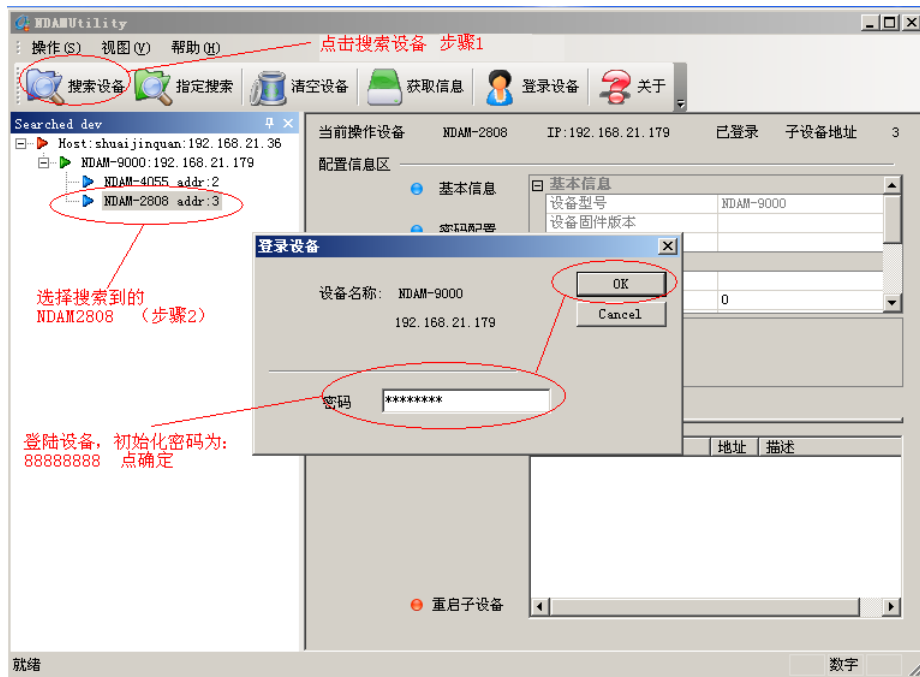

图 3.4 登陆设备
- ③ 单击界面上的“NDAM-2808 addr: 3”，输入当前通讯模块的登陆密码后点击 OK，登陆设备，如图 3.4 所示；